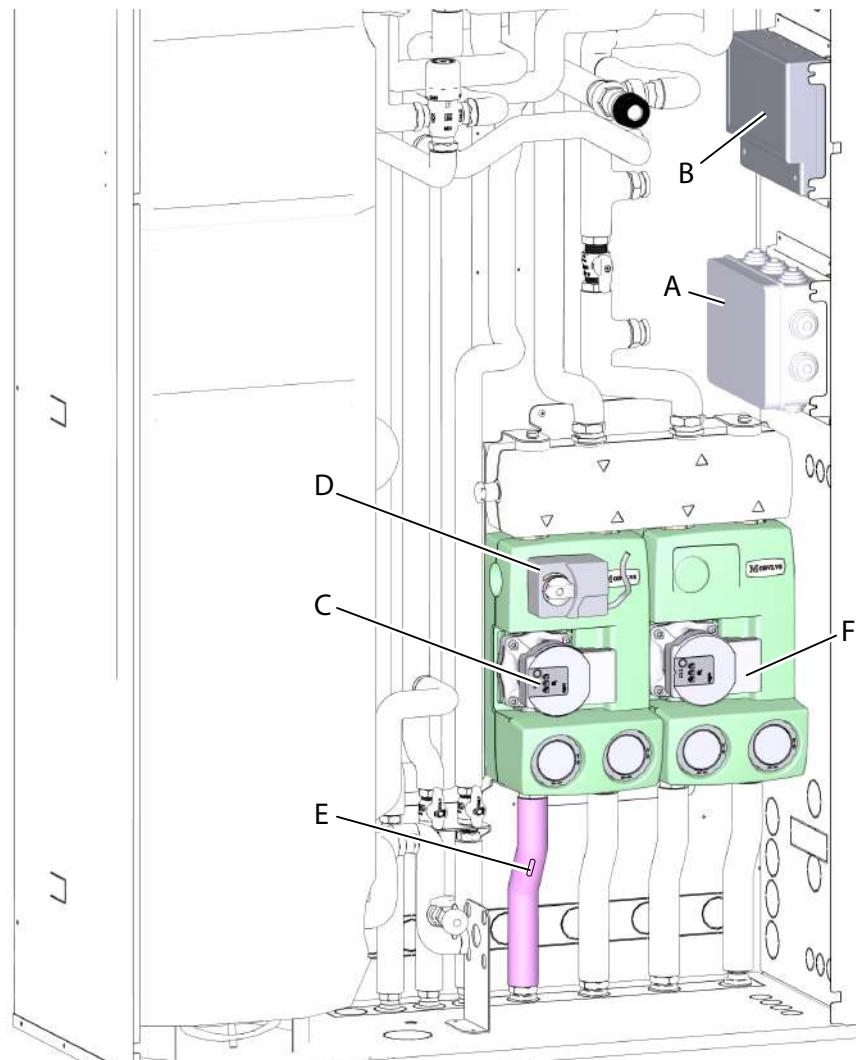

fig. 89 -
V3M Valvola 3 vie zona miscelata (part. D "fig. 89 -" a pagina 40)
- Collegare il cavo (L-N-PE) della centralina gestione zone (part. B "fig. 89 -") ai morsetti L-N-PE della scatola connessione elettrica (part. A "fig. 89 -").
- Collegare il cavo "PZM / PZD" ai relativi morsetti della scatola connessione elettrica (part. A "fig. 89 -").
- Collegare il cavo "H-C" ai relativi morsetti della scatola connessione elettrica (part. A "fig. 89 -").
- Montare la sonda zona miscelata "SM" nel pozzetto (part. E "fig. 89 -")
- Collegare il cavo della valvola a tre vie (part. D "fig. 89 -") ai morsetti 9-10-11 della centralina gestione zone (part. B "fig. 89 -").
- Collegare il cavo di alimentazione del circolatore zona miscelata (part. C "fig. 89 -") ai relativi morsetti della scatola connessione elettrica (part. A "fig. 89 -").
- Collegare il cavo di alimentazione del circolatore zona diretta (part. F "fig. 89 -") ai relativi morsetti della scatola connessione elettrica (part. A "fig. 89 -").